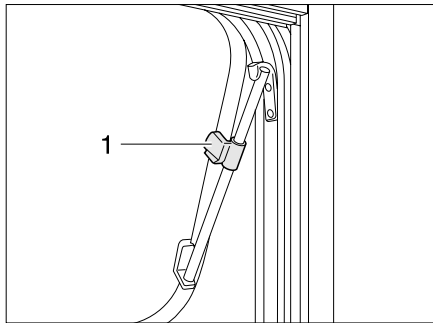

Bild 12 Ausstellfenster mit Dreh-Ausstellern, geöffnet
- ▶ Ausstellfenster bis zur gewünschten Stellung öffnen und mit Rändelknopf (Bild 12,1) feststellen.
- ▶ Rändelknopf (Bild 12,1) drehen, bis Arretierung freigegeben wird.